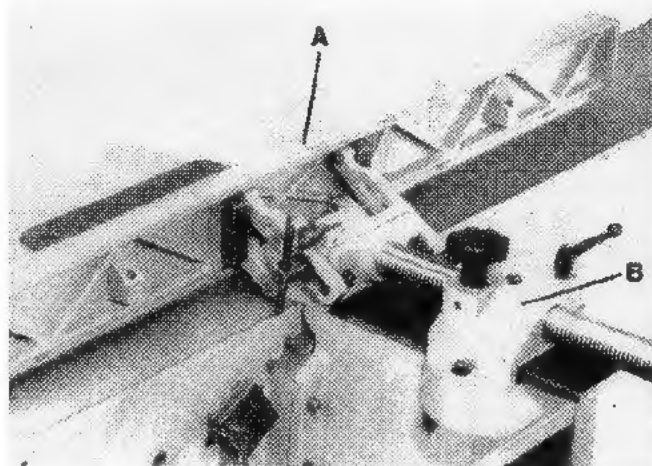

FIGURE 12
2. Fig. 12 illustre le guide (A) correctement assemblé au chariot du guide (B).